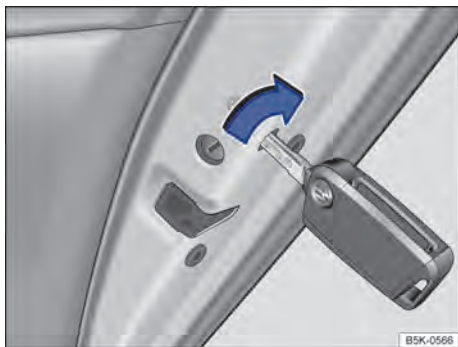

Fig. 71 Na parte dianteira da porta traseira direita: travamento de emergência do veículo com a chave do veículo.
- Inserir a haste da chave na fenda e girar → **Fig. 71**.